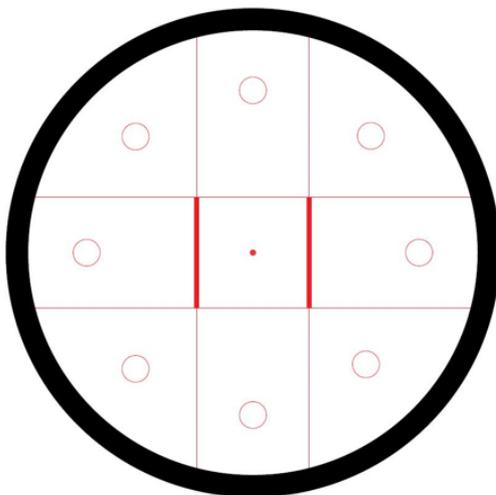

Рисунок 24- Пример трассы для МРП
1. В любом графическом редакторе нарисуйте извилистую траекторию, по которой будет ездить робот, либо распечатайте готовую из файла trajectory.pdf (рисунок 24).